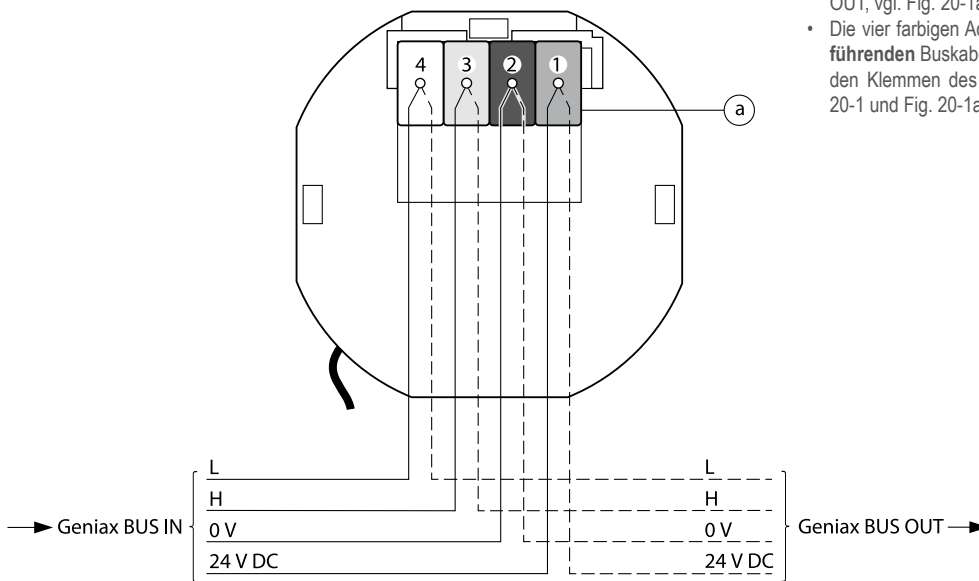

Fig. 20-1a: Anschluss GeniAx Ambient Sensor i an GeniAx BUS-System
- Die Aderenden des **ankommenden** Buskabels (GeniAx BUS IN, vgl. Fig. 20-1a) 5-6 mm abisolieren.
- Die vier farbigen Adern (rot, schwarz, gelb, weiß) des **ankommenden** Buskabels (GeniAx BUS IN) an die entsprechenden Klemmen des Ambient Sensor i anschließen gem. Tab. 20-1 und Fig. 20-1a.
- Die Aderenden des **weiterführenden** Buskabels (GeniAx BUS OUT, vgl. Fig. 20-1a) 5-6 mm abisolieren.
- Die vier farbigen Adern (rot, schwarz, gelb, weiß) des **weiterführenden** Buskabels (GeniAx BUS OUT) an die entsprechenden Klemmen des Ambient Sensor i anschließen gem. Tab. 20-1 und Fig. 20-1a.